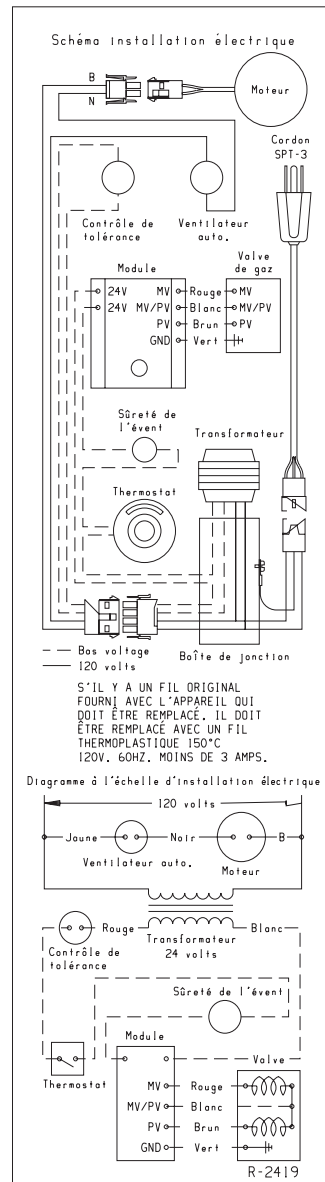

Figure 9
3. Pour vérifier le voltage dans la ligne au radiateur, enlever le panneau de devant en bas et le couvercle du compartiment d'interrupteur et court-circuiter deux bornes du contrôle du ventilateur pour permettre au ventilateur de fonctionner. (Figure 9)